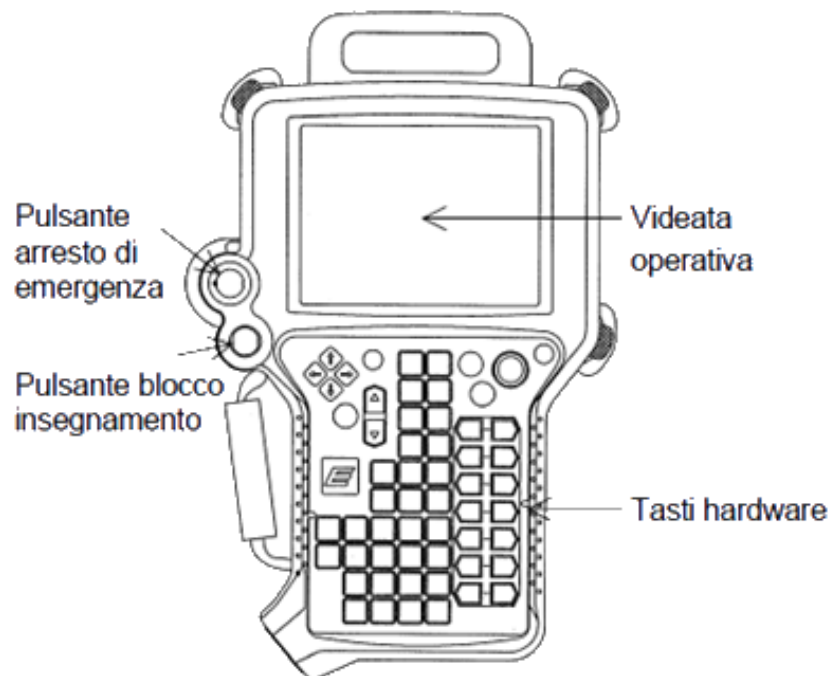

Figura 9: Il Teach Pendant o Unità Portatile
3. Teach pendant (Figura 9).
Il TP, visibile in Figura 9, è composto da: